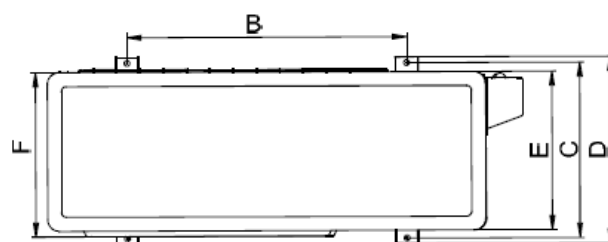

Fig.6-4
- Det minsta avståndet mellan utomhusenheten och hinder, som beskrivs i detta avsnitt, innebär inte detta, att samma regler gäller i ett lufttätt rum. I detta fallet, 2 av de 3 riktningar bör vara lediga från hinder (Se Fig. 6-4).
Se Fig. 6-2 Fig. 6-4